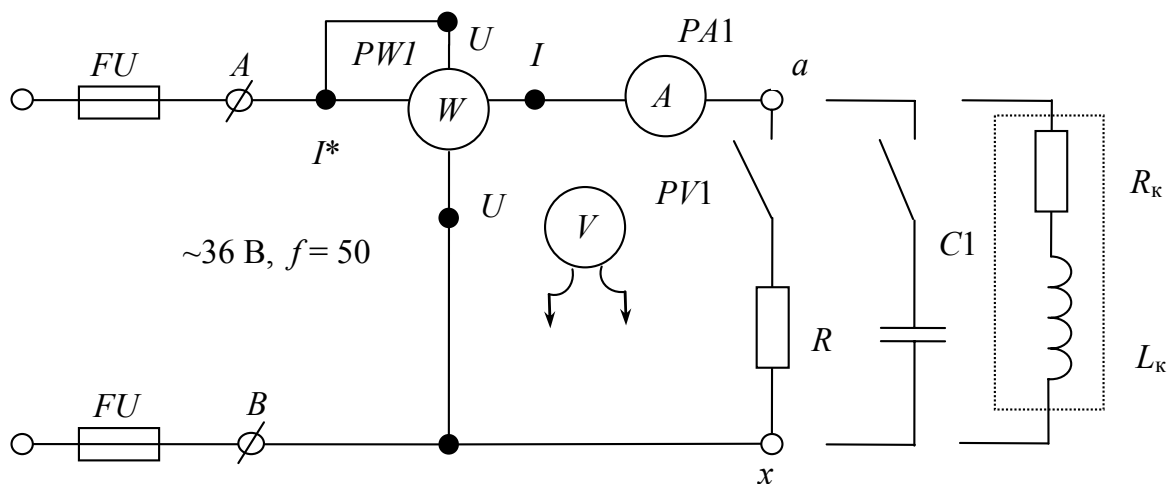

Рис. 13. Схема электрической цепи лабораторной установки
1. Соберите электрическую цепь согласно рис. 13.